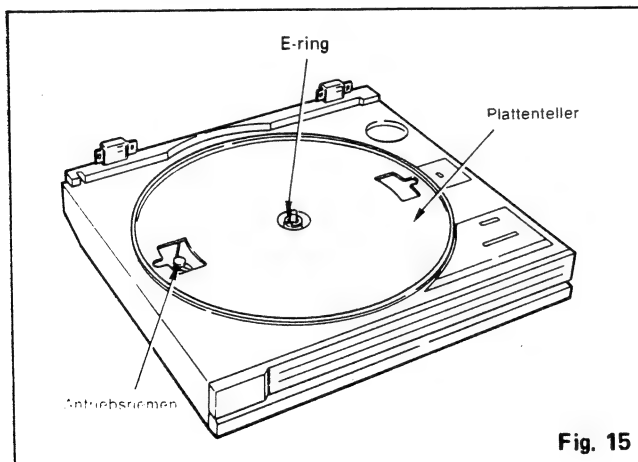

Fig. 15
- 1) Nehmen Sie die Gummimatte ab und drehen Sie den Plattenteller in die gezeigte Stellung (Abb.15).